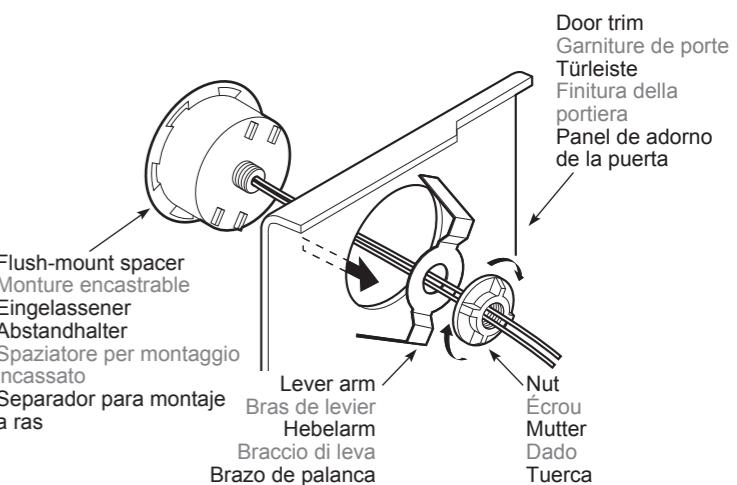

Figure 3 / Figure 3 / Abbildung 3 / figura 3 / Figura 3
3. Fit the lever arm from the back of the door trim and fix the flush-mount spacer firmly to the door trim with the nut. (Figure 3)
3. Ajustez le bras de levier par le dos de la garniture de porte et fixer solidement la monture encastrable à la garniture de porte avec l'écrou. (Figure 3)
3. Befestigen Sie den Hebelarm auf der Rückseite der Türleiste, und befestigen Sie den eingelassenen Abstandhalter mit der Mutter fest an der Türleiste. (Abbildung 3)